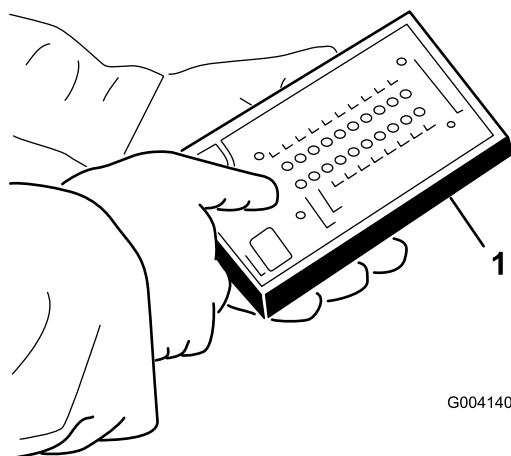

Figura 37
5. Ligue o conector do visor ACE de diagnóstico ao conector de fios (Figura 37).